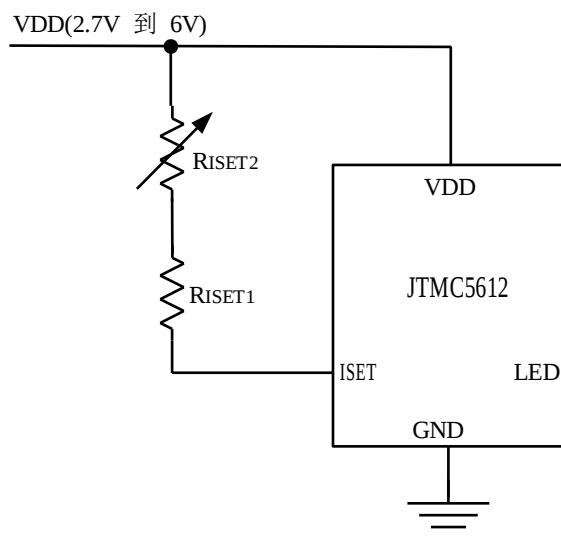

图 7 用可变电阻调整发光二极管的亮度
3. 用可变电阻调整发光二极管的亮度（如图7所示）
用一个可变电阻可以连续调整发光二极管的亮度，如图7所示。R_{ISSET1}设置了流经LED管脚的最大电流，R_{ISSET2}为可变电阻，改变R_{ISSET2}的电阻值就可以连续改变发光二极管的亮度。